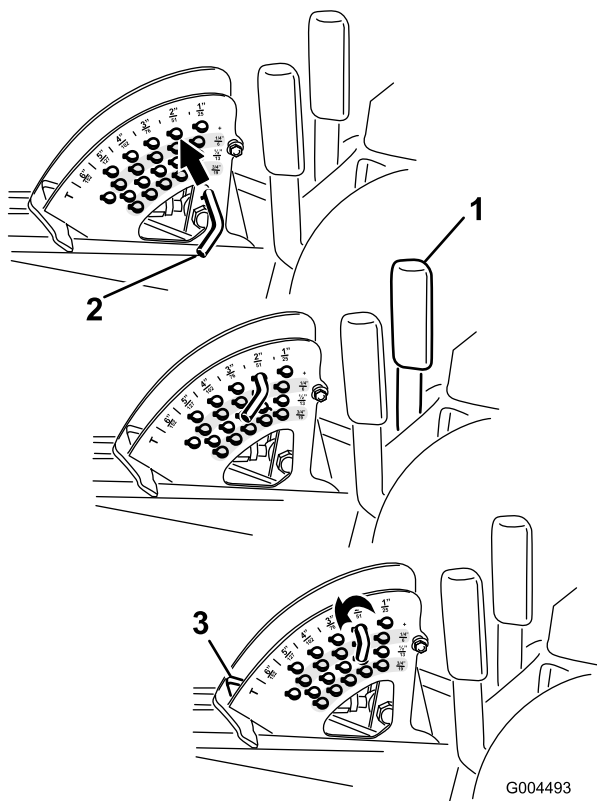

Figura 22
Nota: Para bloquear la carcasa del cortacésped en posición elevada, eleve la carcasa más allá de la posición de 15 cm (6 pulg.), retire el pasador de tope de altura de corte (consulte Ajuste de la altura de corte), y ponga el pasador en la posición de altura de corte de 15 cm (6 pulg.) (Figura 22).
1. Con el motor en marcha, tire hacia atrás de la palanca de elevación de la carcasa hasta que la carcasa del cortacésped esté elevada del todo y **suelte la palanca inmediatamente** (Figura 22).
2. Para ajustar, gire el pasador de tope hasta que el pasador cilíndrico que contiene se alinee con las ranuras de los taladros del soporte de altura de corte, y retire el pasador (Figura 22).
3. Seleccione un taladro del soporte de altura de corte que corresponda a la altura de corte deseada, inserte el pasador y gírelo para bloquearlo en esa posición (Figura 22).
Nota: Hay cuatro filas de taladros (Figura 22). La fila superior corresponde a la altura de corte impresa encima del pasador. La segunda fila corresponde a la altura impresa más 6 mm. La tercera fila corresponde a la altura impresa más 12 mm. La fila inferior corresponde a la altura impresa más 18 mm. Para la posición de 15,8 cm (6 pulg.) hay un solo taladro, situado en la segunda fila. Esta posición no añade 6 mm (1/4 pulg.) a la altura de 15,8 cm (6 pulg.).